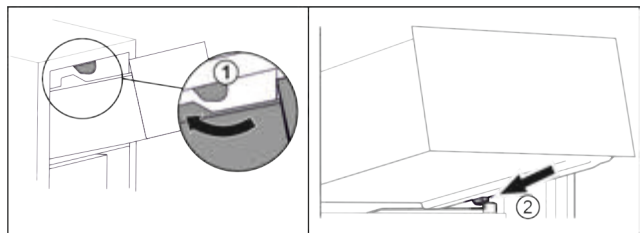

Fig. 74
- ▶ Обвести висувний ящик навколо верхнього стопора. Fig. 74 (1)
- ▶ Встановити висувний ящик за нижніми стопорами на ребро для резервуару навскоси. Fig. 74 (2)